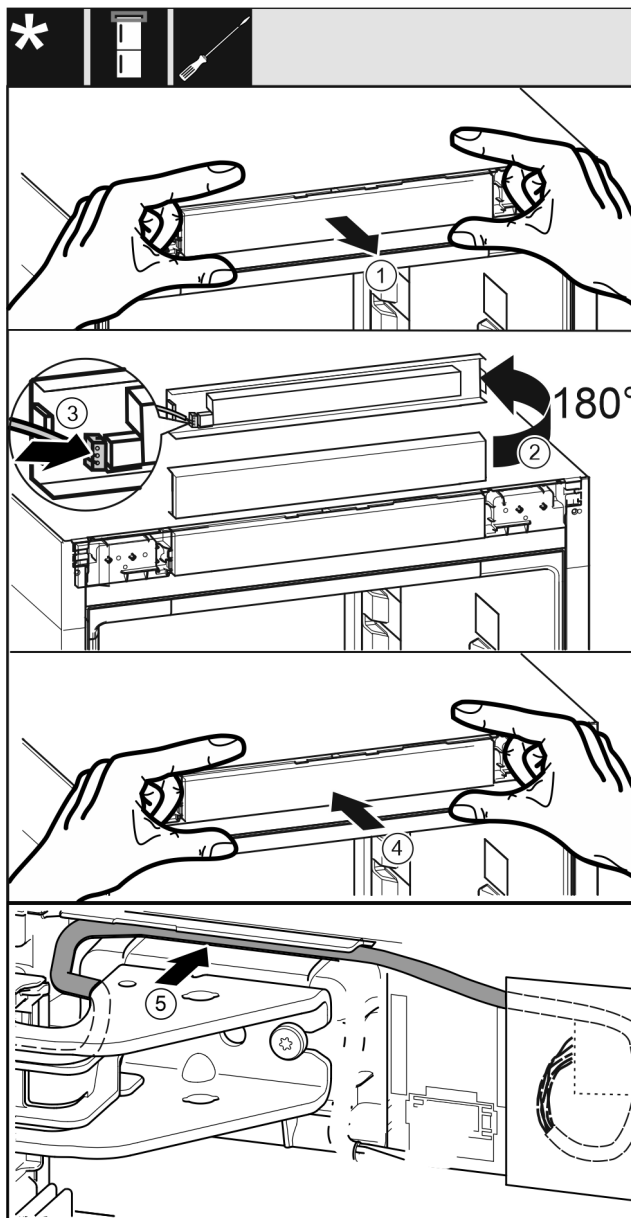

Fig. 43
- ▶ Okvir upravljalne plošče previdno vzemite ven. Fig. 43 (1)
- ▶ Zaslono obrnite navzgor za 180°. Fig. 43 (2)
- ▶ Vtič zataknete v okvir upravljalne plošče. Fig. 43 (3)
- ▶ Okvir upravljalne plošče zataknete nazaj v napravo. Fig. 43 (4)
- ▶ Sivi kabel previdno položite v vodilo nad zgornjim ležajnim podstavkom. Fig. 43 (5)